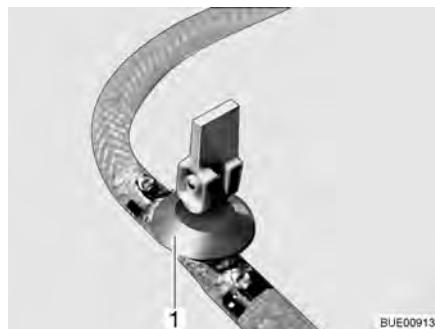
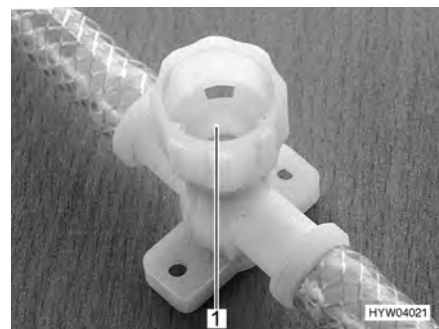

Fig. 208 Llave de desagüe (con balancín)
Fig. 209 Llave de desagüe (con tapa giratoria)
- Abrir todas las llaves de desagüe. Para esto, poner el balancín de la llave de desagüe (Fig. 208,1) en posición vertical o girar la tapa de la llave de desagüe (Fig. 209,1) en sentido contrario a las agujas del reloj.